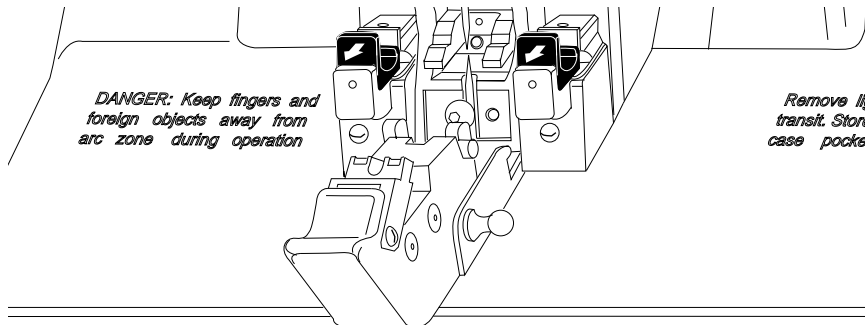

Abbildung 9
4.2 Öffnen Sie die Faserklemmen und die Beleuchtungseinheit (siehe Abb. 9).